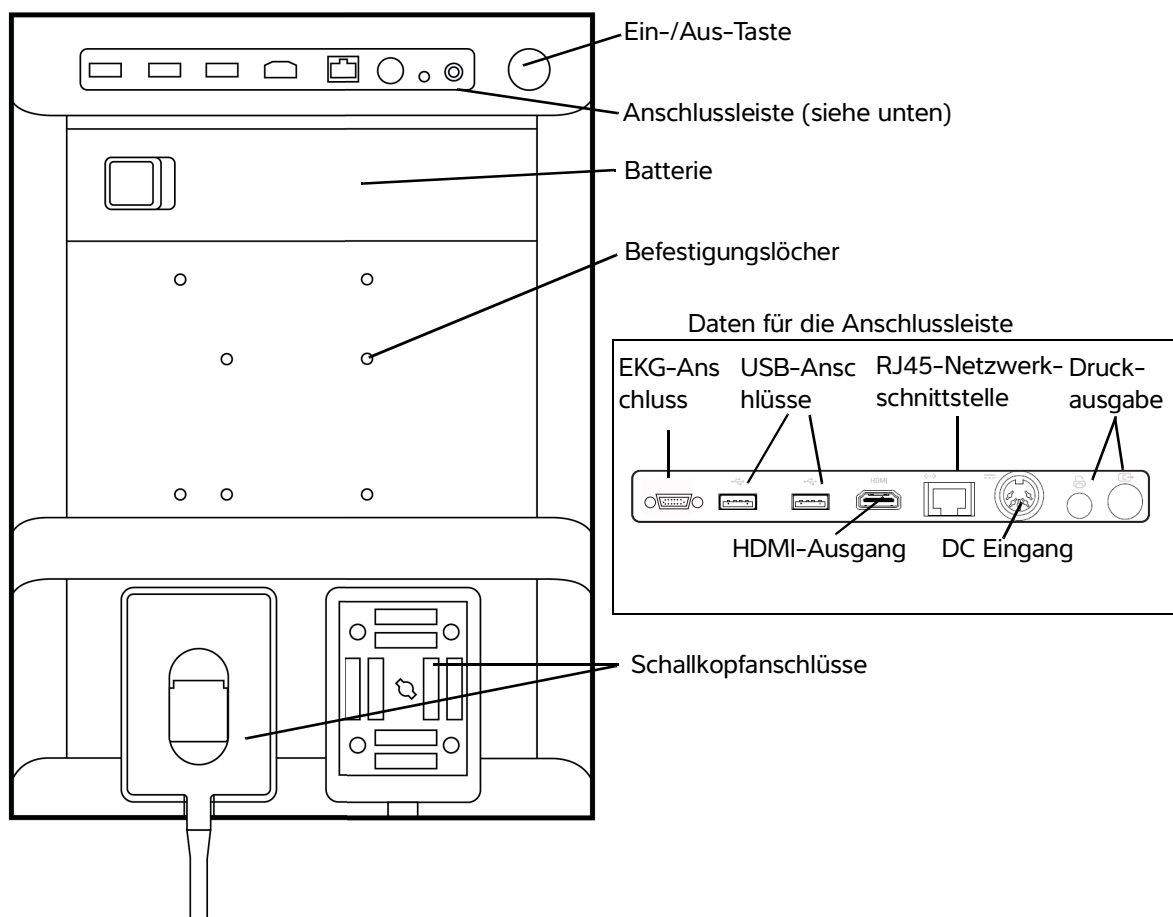

Abbildung 2-1 Systemrückseite
- 1 Schalten Sie das System ein. Für die Position der Ein-/Aus-Taste siehe **Abbildung 2-1** auf Seite 2-2.
Auf der Rückseite des Systems befinden sich das Batteriefach und das Fach für zwei Schallköpfe sowie Anschlüsse für USB-Geräte, das Stromkabel, das Netzkabel und mehr. Siehe hierzu Abbildung 2-1.
- 1 Das Gleichstromkabel des Netzteils an den Stromanschluss am System anschließen. Siehe hierzu **Abbildung 2-1** auf Seite 2-2.
- ❖ Die Ein-/Aus-Taste drücken. Siehe hierzu **Abbildung 2-1** auf Seite 2-2.
Schließen Sie das USB-Speichergerät an einen der USB-Anschlüsse des Systems an. Siehe hierzu **Abbildung 2-1** auf Seite 2-2. Das USB-Speichergerät ist einsatzbereit, wenn das USB-Symbol erscheint.